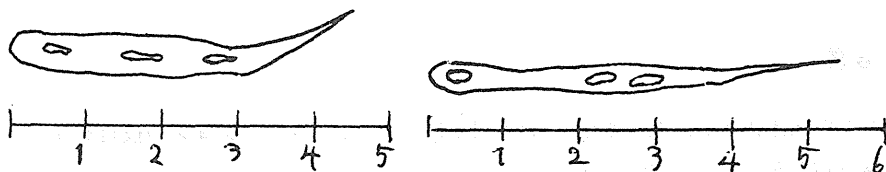

図4 軟質 6 mmから製作 (単位: cm)
- ④軟質のガラス棒では, 加熱は楽だが, 粘性がないので大きいのができない。ただ, 長細い涙ができる。(図4)
- ⑥長い涙にはいくつもの気体が含まれる。また, 涙が大きくなると気体も大きくなる傾向がある。(図4)
- ⑦ガラス棒が涙に変化すると少し黒っぽくなる。
- ⑧涙の尾を折っても頭まで割れないことがある。逆に尾をほんの少し折っただけで全体が碎けることがある。
- ①涙の中の気体状態が, 涙が水中で外から固まってくるときクッションの役目をする。このため, 涙に張力がかかっても準安定に保たれる。
- ②涙の中の気体状態の正体は, ガラス棒にわずかに取り込まれていた気体になりやすい物質(大
④ガラス棒より涙が黒くなるのは、気体部分が流失するためであろう。
①軟質ガラスを加熱するときは、バーナーを動かし全体が一様に加熱されるようにすると、長い大きな涙となる。(図4)
②水温は25℃から30℃の範囲で実験した。温度は高くても低くても、涙のできかたに大きな影響はない。氷を用いたりしてみたが違いはない。ただし、沸騰させながらではあまりよくできない。
③涙の落ちる距離を変えても(ペットボトル3本をつなげてみたが)影響はない。せいぜいメスシリンダーくらいの距離があれば十分である。(ピーカーとも変わらない)
④受ける水に炭酸水素ナトリウムを飽和させてみたが影響はない。